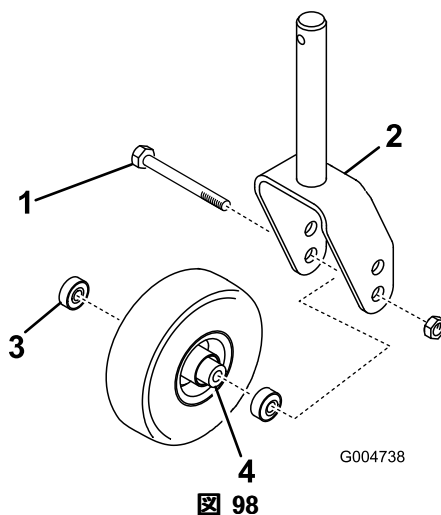

図 98
1. Rキャストホイールアセンブリをキャストフォーク ((図 98) またはキャストピボットアームに保持しているボルトからロックナットを外す。キャストホイールをつかんでおいて、ボルトをフォークまたはピボットアームから抜き取る。
2. ホイールのハブからベアリングを外して、ベアリングスペーサを床に落とす (図 98)。ホイールハブの反対側にあるベアリングを取る。